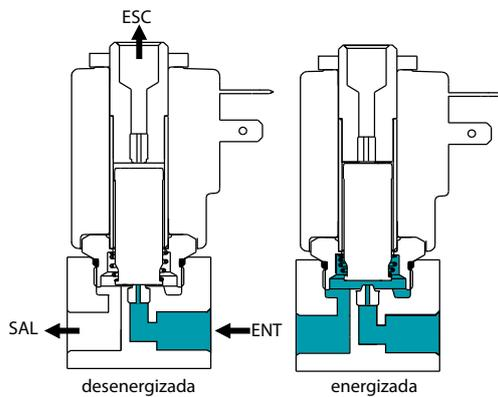

Fig. 3
- Normalmente cerrada (NC) Fig. 3 - sin flujo desde la conexión de entrada, el flujo es desde la conexión de salida al escape.